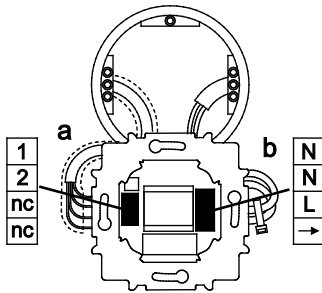

Abb. 2: 1539 U Relaisersatz
3. Bündeln Sie die Adern des Netzkabels (230 V) mit den mitgelieferten Kabelbindern (Abb. 2: b).
4. Führen Sie die Niederspannungsleitungen durch den mitgelieferten Isolierschlauch (Abb. 2: a).